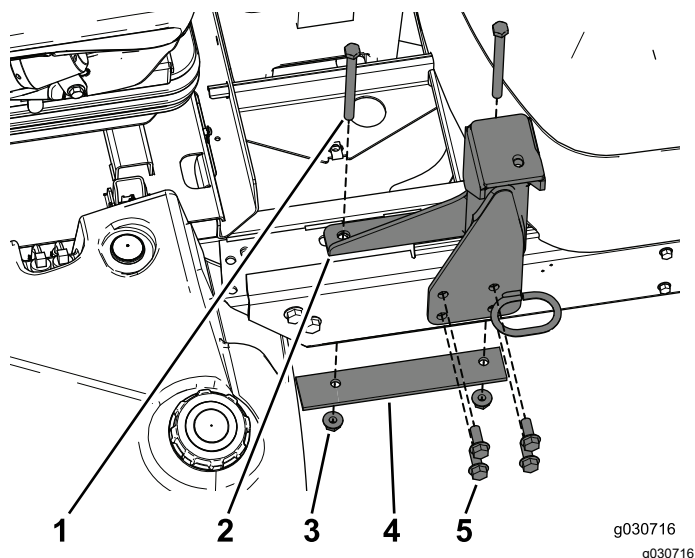

Figura 20
1. Utilizzate la nuova bulloneria per fissare il supporto posteriore sinistro al telaio (Figura 20).